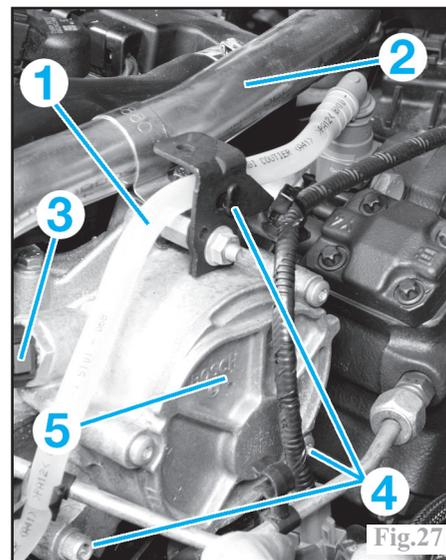

Fig.27
Détacher la canalisation (1) du filtre à carburant au support de fixation du tube de vanne EGR (Fig.27).